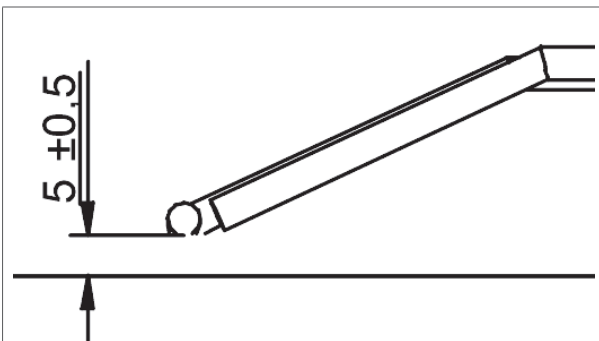

Figure 24 - Distance entre l'électrode et le brûleur
- a. La distance entre l'électrode et le brûleur doit être égale à $5,0(\pm 0,5)$ mm (figure 24).